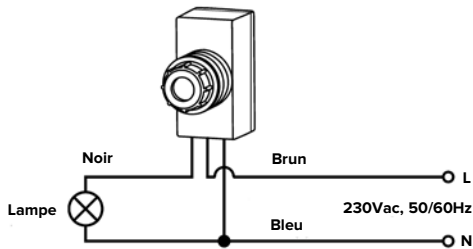

Fig. 2
- Connectez le câblage conformément au schéma de câblage (fig 2).